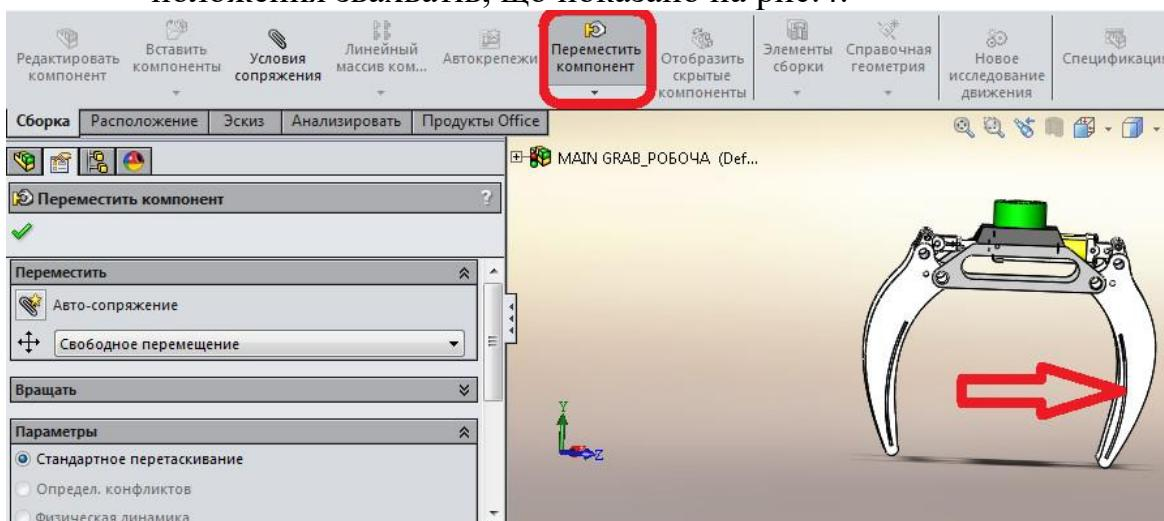

Рис.4. Положення захватів на 5 секундах
2.4.4. У графічній області перетягнете компонент **GRAB SIDE** у розкрите положення звахатів, що показано на рис.4.